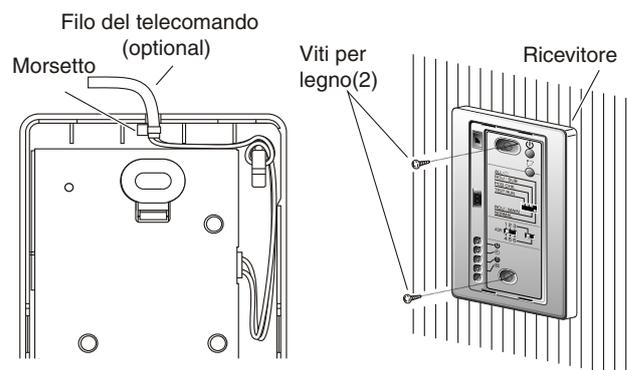

Fig. 3-25
4. Fissare il filo del telecomando con il connettore (optional) nella posizione indicata in Fig. 3-25 usando la fascetta in dotazione. Collegare il connettore del filo al connettore del ricevitore.
5. Sagomare il filo del telecomando come indicato in Fig. 3-25 in modo che si adatti alla parte superiore interna del ricevitore sopra il PCB. Montare il coperchio di fondo. Piegare la testa della fascetta.